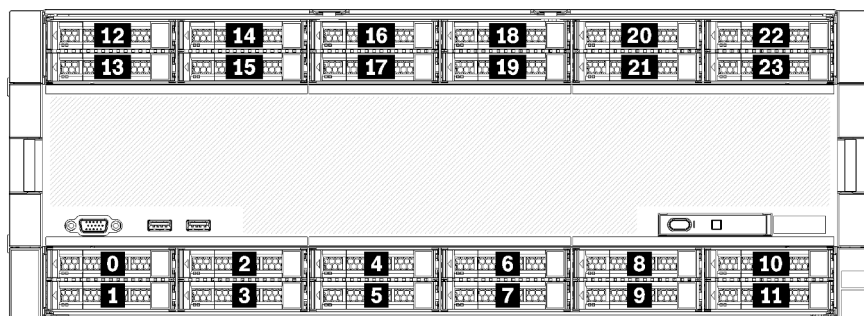

Figura 5. Posizioni dei vani delle unità
- Le due unità superiori supportano unità di interfaccia SAS, SATA o NVMe (Lenovo AnyBay). Il server può supportare fino a 12 unità NVMe, a seconda della configurazione del server. I vani delle unità compatibili con NVMe sono quelli con numeri pari, come mostrato in Figura 5 "Posizioni dei vani delle unità" a pagina 15.